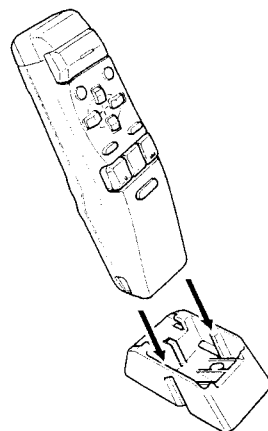

Fig. 13
■ Colocación vertical (Fig. 13)